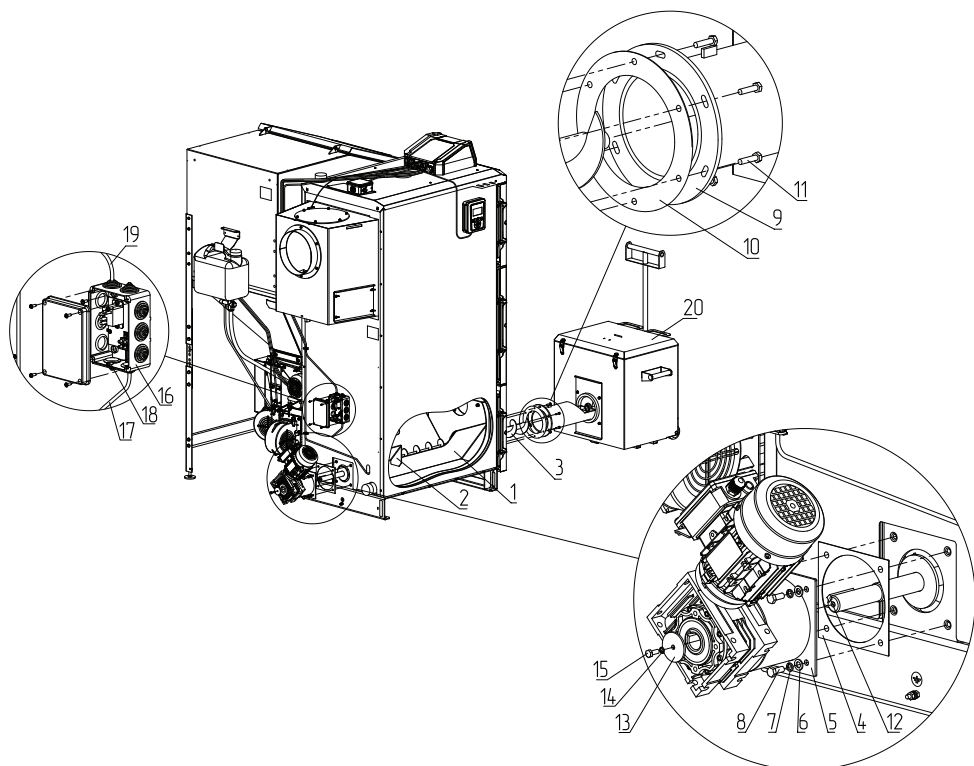

Рис.2 Монтаж механизма золоудаления ZOTA Pellet Black 65-135 кВт
3. Установите скат золоудаления (**Рис.2, поз.1**) в область зольника. Установите два дополнительных ската золоудаления (**Рис.2, поз.2**) за горелку;
4. Вставьте шнек золоудаления (**Рис.2, поз.3**) в котел, как показано на **Рис.2**. Установите шпонку (**Рис.2, поз.12**) в шпоночный паз вала;
5. Установите адаптер двигателя (**Рис.2, поз.5**) через прокладку (**Рис.2, поз.4**) с помощью крепежа (**Рис.2, поз.6, поз.7, поз.8**);
6. Установите патрубок (**Рис.2, поз.9**) через прокладку (**Рис.2, поз.10**) с помощью крепежа (**Рис.2, поз.11**);
Вал шнека должен заходить во втулку патрубка (**Рис.2, поз.9**).
7. Закрепите вал через шайбу (**Рис.2, поз.13**) с помощью крепежа (**Рис.2, поз.14, поз.15**);
8. Закрепите распределительную коробку (**Рис.2, поз.16**) на заднем кожухе с помощью саморезов (**Рис.2, поз.19**);
9. Соедините жгут пульта управления (**Рис.2, поз.18**) с разъемом «Выход»;
10. Соедините жгут подключения (**Рис.2, поз.17**) со жгутом двигателя;
11. Установите внешний зольный ящик (**Рис.2, поз.20**), отрегулировав фланец по нужной высоте.
- Подключить щит золоудаления к пульту управления, подключив черный и черно/красный провода к разъему «Вход» пульта управления (**см. Рис.2**).